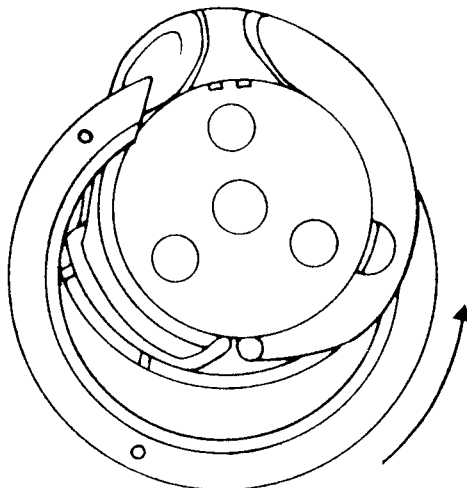

Fig. 35d
- Den Greiferbügel nach links in das Spulenkapselunterteil hineindrehen (siehe Abb. 35d).
- Turn the hook gib to the left into the bobbin case base (Fig. 35d).
- Visser l'archet de crochet à gauche dans la capsule inférieure (fig. 35d).